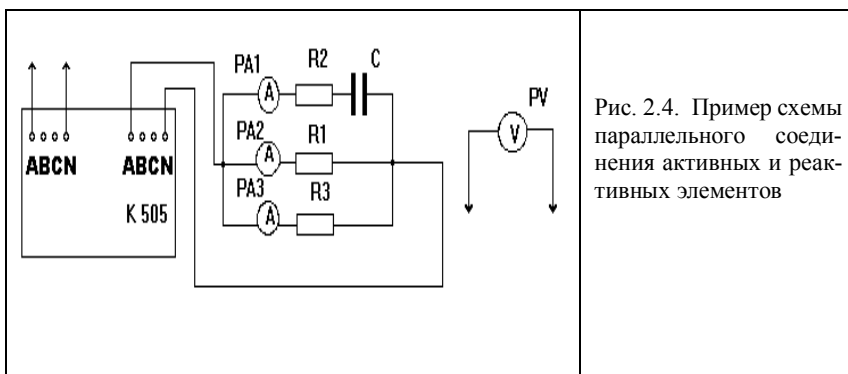
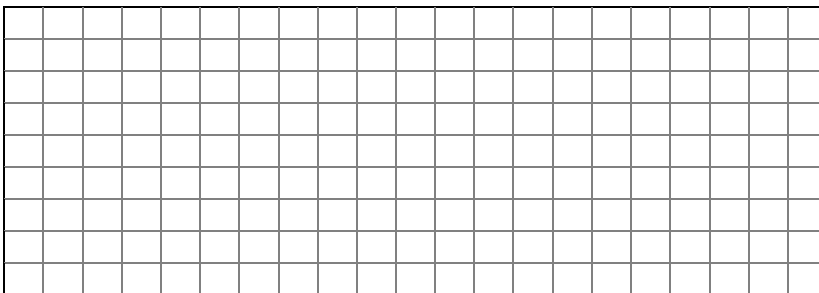

Рис. 2.4. Пример схемы параллельного соединения активных и реактивных элементов
Рис. 2.5. Схема параллельного соединения активных и реактивных элементов
6. По указанию преподавателя составить и изобразить в отчете (сетка для рис. 2.4) одну из схем электрической цепи или внести изменения в схему, представленной в качестве примера на рис. 2.5: